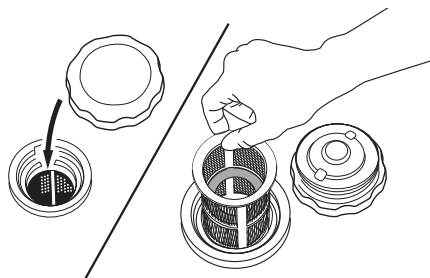

рис. 16
1. Снимите пластмассовый фильтр, расположенный под крышкой горловины топливного бака (рис. 16).